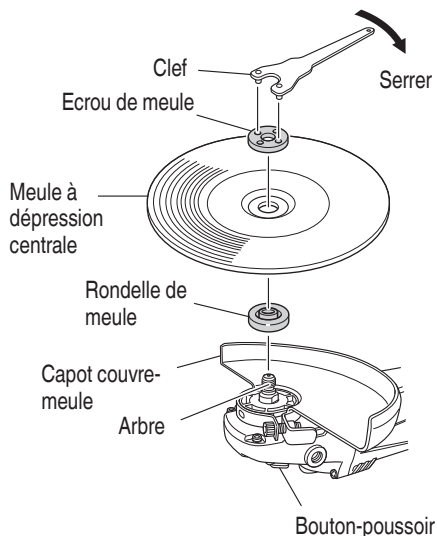

Fig. 5
S'assurer que le bouton-poussoir n'est pas engagée appuyant dessus deux ou trois fois avant de mettre la meuleuse à disque en marche. (Fig. 5)
- (1) Mettre la meuleuse à disque à l'envers de façon que l'arbre soit dirigé vers le haut.
- (2) Aligner l'entaille de forme ovale de la rondelle de meule avec l'encoche de l'arbre, puis les attacher.
- (3) Positionner la protubérance de la meule à dépression centrale sur la rondelle de meule.
- (4) Visser l'écrou de meule sur l'arbre.
- (5) Tout en poussant sur la bouton-poussoir avec une main, verrouiller l'arbre en tournant doucement la meule à dépression centrale avec l'autre main. Serrer l'écrou de meule en utilisant la clef comme montré sur la Fig. 5.
- (6) La taille de la roue doit correspondre à la taille de la garde; à savoir, une nouvelle roue de 7 " ne peut pas être utilisée avec une garde de 9" .